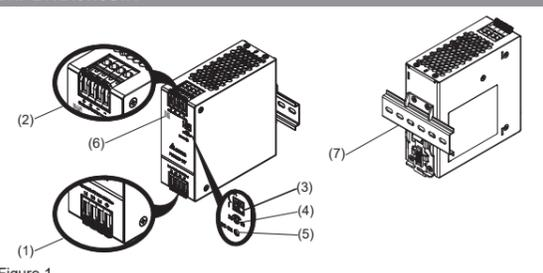

Figure 1
### 2. Device description (Fig. 1)
#### 4.1. Input connection (Fig. 1 (1), Fig. 7)
Use L1, L2, L3 and PE connections of input terminal connector (see Fig. 1 (1)) to establish the 3 x 380-500Vac connection. Fig. 7 shows the connection to the various network types.
#### 4.2. Output connection (Fig. 1 (2))
Use the “+” and “-” screw connections to establish the 24Vdc connection. The output provides 24Vdc. The output voltage can be adjusted from 24 to 28Vdc on the potentiometer. The green LED DC OK displays correct function of the output (Fig. 1 (5)). The device has a short circuit and overload protection and an over voltage protection limited to < 35Vdc.
#### 2. Description de l'appareil (Fig. 1)
#### 5.1. Raccordement d'entrée (Fig. 1 (1), Fig. 7)
Utilisez les bornes L1, L2, L3 et PE (voir Fig. 1 (1)) pour raccorder en 3 x 380-500 Vca. Le raccordement aux divers types de réseau est représenté à la Fig. 7.
#### 4.2. Raccordement de sortie (Fig. 1 (2))
La sortie délivre un courant en 24 Vcc. La tension de sortie peut être réglée entre 24 et 28 Vcc à l'aide du potentiomètre. Le voyant DEL OK vert indique le bon fonctionnement de la sortie (Fig. 1 (5)). L'appareil est équipé d'une protection de court-circuit et contre les surcharges, ainsi que d'une protection contre les surtensions réglée à < 35 Vcc.